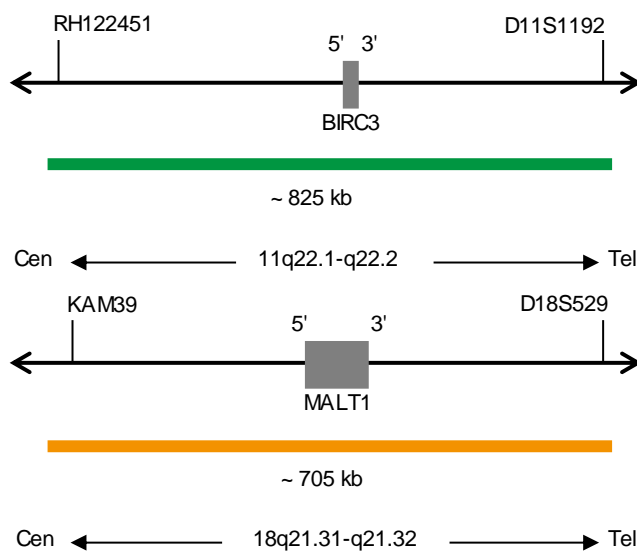

Abb. 1: Oben: SPEC BIRC3 Sondenlokalisation; Unten: SPEC MALT1 Sondenlokalisation (nicht maßstabsgetreu)
- ZyGreen (Anregung 503 nm/Emission 528 nm) markierten Polynukleotiden (~12 ng/ μ l), die gegen Sequenzen in 11q22.1-q22.2* (chr11:101,756,072-102,581,817) gerichtet sind, welche die BIRC3-Genregion enthalten (siehe Abb. 1).
- ZyOrange (Anregung 547 nm/Emission 572 nm) markierten Polynukleotiden (~6 ng/ μ l), die gegen Sequenzen in 18q21.31-q21.32* (chr18:56,021,766-56,724,408) gerichtet sind, welche die MALT1-Genregion enthalten (siehe Abb. 1).